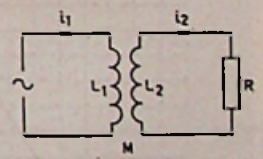

Fig.8
4. In de schakeling van fig. 8 is gegeven dat de spoel L_2 een zelfinductie heeft van $0,02 \text{ H}$ en een verliesweerstand van 100Ω .